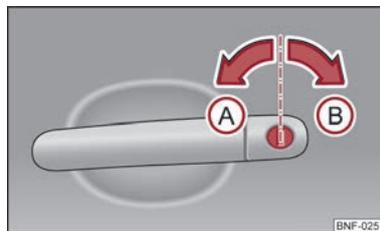

Fig. 10 Sensi di rotazione della chiave per l'apertura e la chiusura
- Ruotare la chiave nel cilindro di chiusura della porta lato guida in direzione di guida (posizione di sbloccaggio) Ⓐ ⇒ fig. 10.
- Ruotare la chiave nel cilindro di chiusura della porta lato guida in direzione opposta alla guida (posizione di bloccaggio) Ⓑ ⇒ fig. 10.